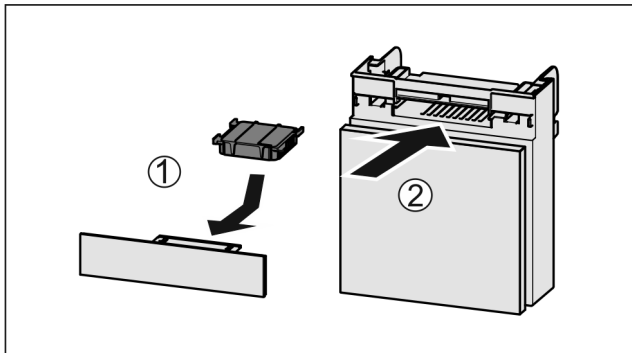

Fig. 100
- ▶ Aktivkohlefilter nach Abbildung einsetzen Fig. 100 (1).
- ▶ Fach einschieben Fig. 100 (2).